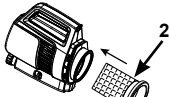

Abb. 3.1
1. Stecken Sie den Filterbeutel mit Dichtung (2) in die Motoreinheit (1). Siehe Abb. 3.1.